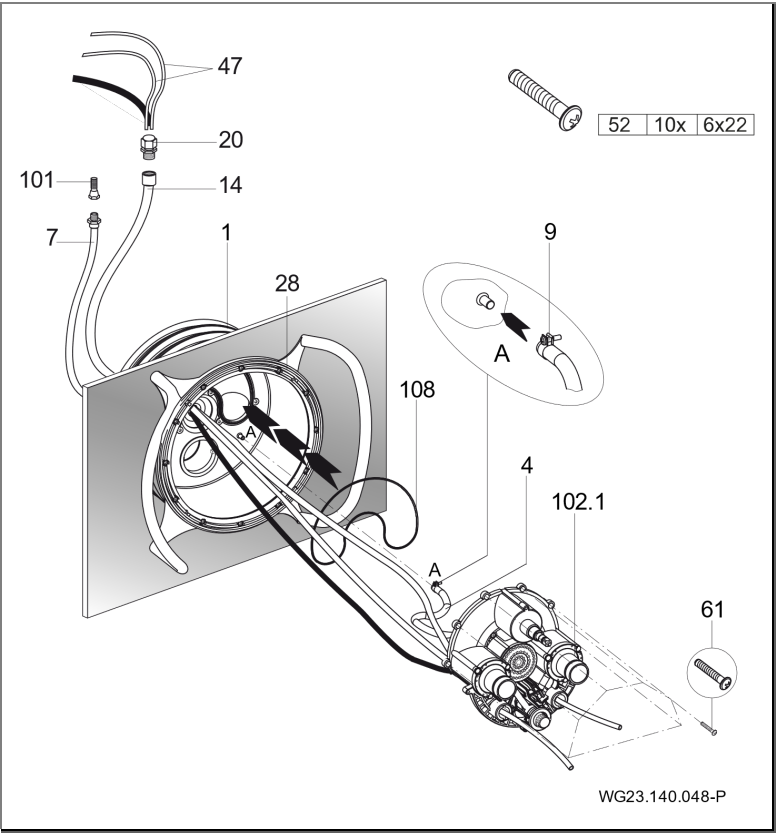

Fig. 17
2. Placer le joint torique (108) dans la pièce à sceller (1). (Fig. 17)
3. Visser les dix vis auto taraudeuses jointes (61) dans le corps de buses. Poser le corps de buses pré assemblé (102.1) contre la pièce à sceller (1). (Fig. 17)
4. Faire passer les tuyaux pneumatiques ou les câbles des boutons-poussoirs piézo à travers les ouvertures inférieures ou extérieures du boîtier de buses (102.1); éclairage MARCHE/ARRET à gauche; pompe MARCHE/ARRET à droite. (Fig. 17)
5. Faire passer les tuyaux pneumatiques (47) ou les câbles des boutons-poussoirs piézo et les câbles du projecteur à travers la gaine de protection (14) puis l'étancher à l'aide du passe-câble (20). (Fig. 17)
6. Fixer la tuyauterie d'air interne (4), qui est déjà complètement pré- assemblée avec le corps de buses (102.1) et la régulation d'air, à la pièce à sceller (1) avec le collier de serrage (9). (Fig. 17)
7. Aligner le corps de buses complet (102.1) sur la pièce à sceller (1) et fixer les dix vis auto taraudeuses préassemblées (61). (Fig. 17)